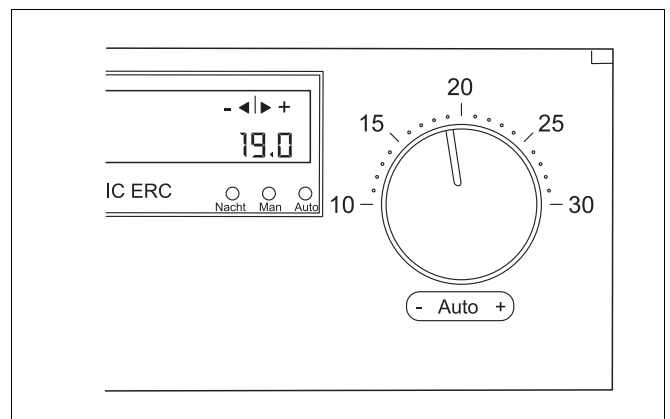

Abb. 13 Handeinstellung der Raumtemperatur
- ▶ Temperaturdrehknopf (Abb. 13) auf die gewünschte Raumtemperatur einstellen (über 16 °C).